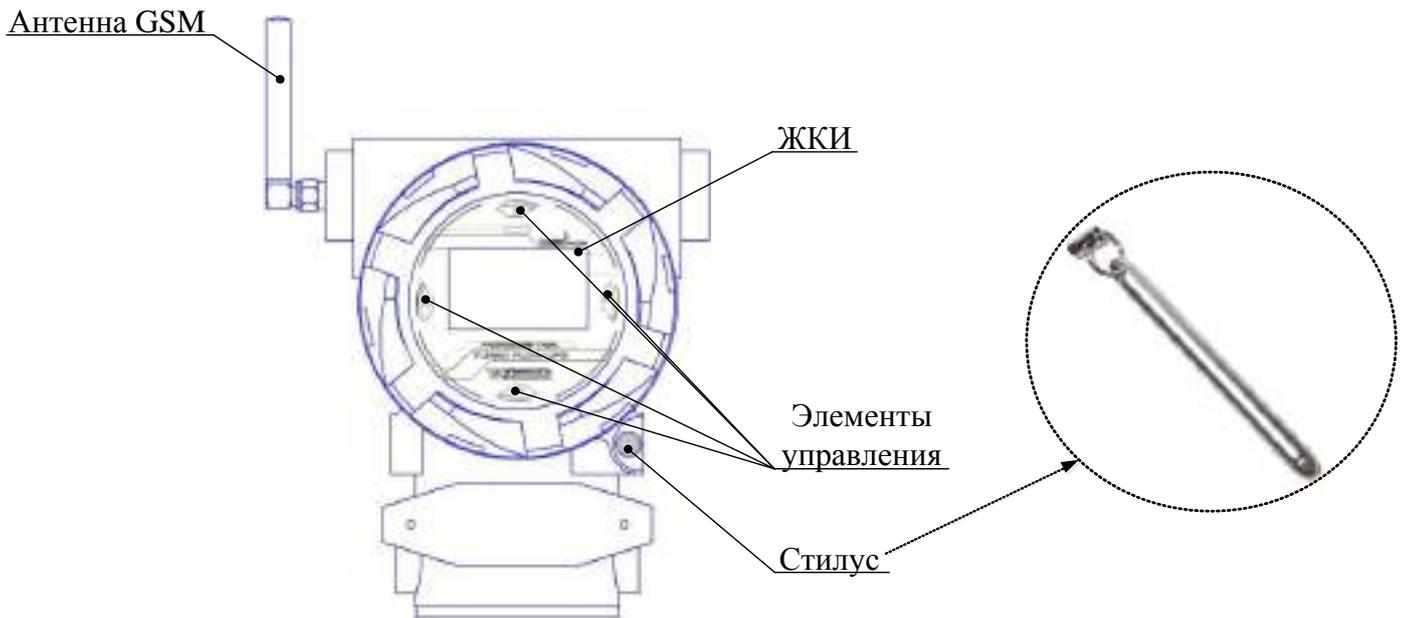

Рисунок 10
2.6.15 Для взрывозащищенного исполнения Exd ПР (в зависимости от заказа), контроль работы расходомера осуществляется при помощи показывающего устройства, встроенного в ПР, и элементов управления с помощью стилуса (рисунок 10). В качестве показывающего устройства используется ЖКИ.